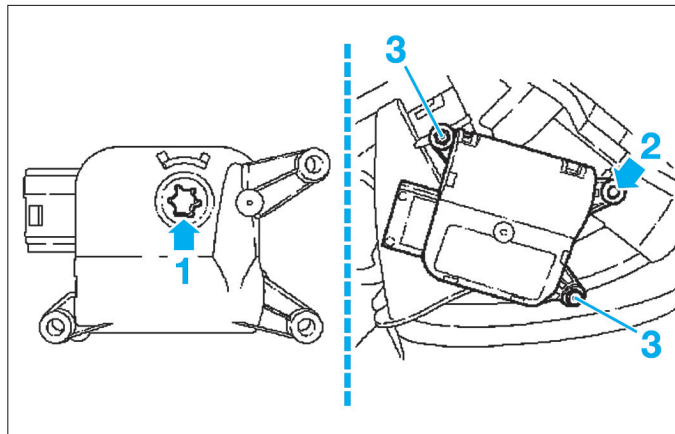

FIG. 17
- Positionner l'axe (1) du servo-moteur dans la position indiquée (Fig.17).
- Centrer le moteur avec l'ergot de centrage (2).
- Serrer les vis de fixation (3).